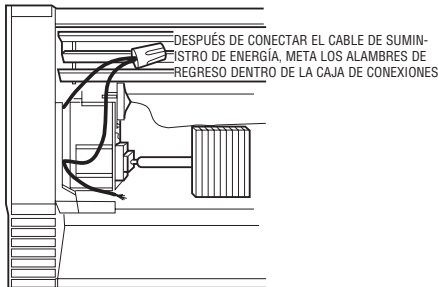

Figura 8. Cableado a través de la abertura de la caja de conexiones
4. Si el suministro de energía debe alimentar los calefactores en la caja de conexiones que está adyacente a otro calefactor, es más fácil que las conexiones de suministro de energía se realicen antes de la instalación del calefactor(s) en la pared. Si esto no es posible, las conexiones pueden realizarse a través de la abertura en las cajas de conexiones cuando la cubierta(s) delantera está removida. Vea la Figura 8.